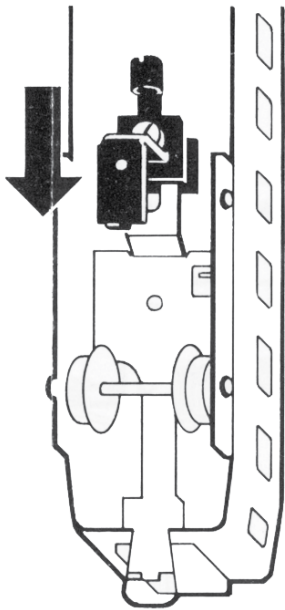

Fig. 4
5. Schleiferträger auf die Halterung am Stuhlblech aufschieben, wobei die Halterung zwischen Isolierteil und Halteblech des Schleiferträgers zu liegen kommen muss (Fig. 4). Beim Festziehen der Schraube darauf achten, dass der Schleiferträger genau in der Längsmittelachse des Drehgestells liegt (Fig. 5).
5. Slide the pickup shoe mount onto the bracket on the truck frame so that the bracket is lying between the insulation and the retainer plate for the pickup shoe mount (fig. 4). When tightening the screw, make sure that the shoe bearer lies exactly in the longitudinal centre axis or line of the bogie (fig. 5).
5. Glisser le support de frotteur sur la fixation de la tôle, la fixation devant se positionner entre la pièce isolante et la tôle de fixation du support du frotteur (Fig. 4). Vérifier lors du serrage de la vis que le support est correctement orienté dans la direction de l'axe du bogie (Fig. 5).
5. Sleperdrager op de houder van de steunplaat schuiven, waarbij de houder tussen het isolatiedeel en de houderplaat van de sleperdrager moet komen te liggen (Fig. 4). Bij het weer vastdraaien van de schroef opletten, dat de contacthouder precies in de lengteas van het draaistel ligt (Fig. 5).
5. Coloque el portapatín sobre la sujeción en la chapa asiento, debiendo quedar apoyada la sujeción entre la pieza aislante y la chapa soporte del portapatín (fig. 4). Al apretar el tornillo, observar que el soporte de patín quede exactamente alineado con el eje central longitudinal del bogie (fig. 5).
5. Fare scorrere il supporto del pattino sul sostegno del lamierino a sedile, dove deve venire a poggiare il sostegno tra elemento isolante e lastrina di fissaggio del supporto del pattino (Fig. 4). Nello stringere le viti fare attenzione che il supporto del pattino si trovi esattamente lungo il centro dell'asse del carrello (Fig. 5).
5. Släpskohållaren skjuts fast på sin hållare, varvid hållaren måste ligga mellan isoleringsdelen och släpskons hållarbleck (fig. 4). Innan hållaren skruvas fast, rikta in den exakt mellan hjulen i bogginns längdriktning (fig. 5).
5. Sæt slibevognen på holderen på stolpladen, hvorved holderen skal placeres mellem isoleringsdelen og slibevognens holdeplade (Fig. 4). Når skruen igen fæstnes, må man passe på at slæbeskobæreren ligger nøjagtigt i midten af bogiens længdeakse (Fig. 5).